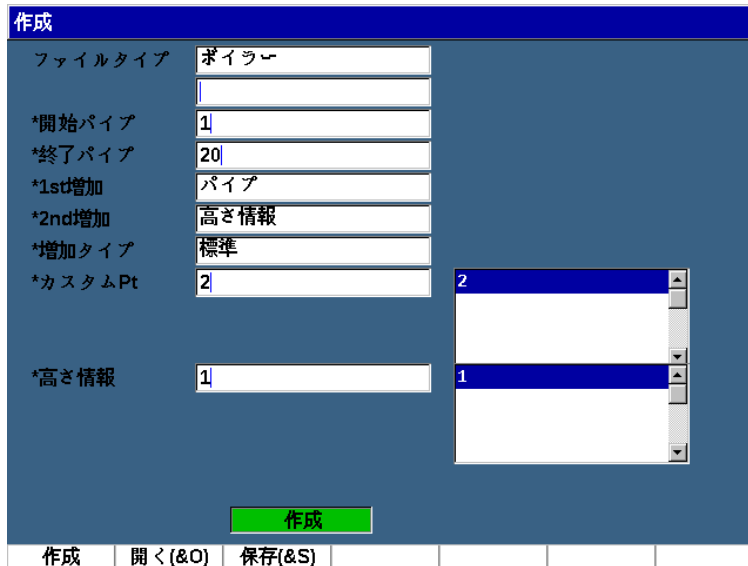

図 10-5 アドバンスト（作成 2 ページ目）
7. 作成ページ 2 で、パラメータキー (P1 ~ P7) を押し、タイプを選択します (199 ページの図 10-5 参照) :